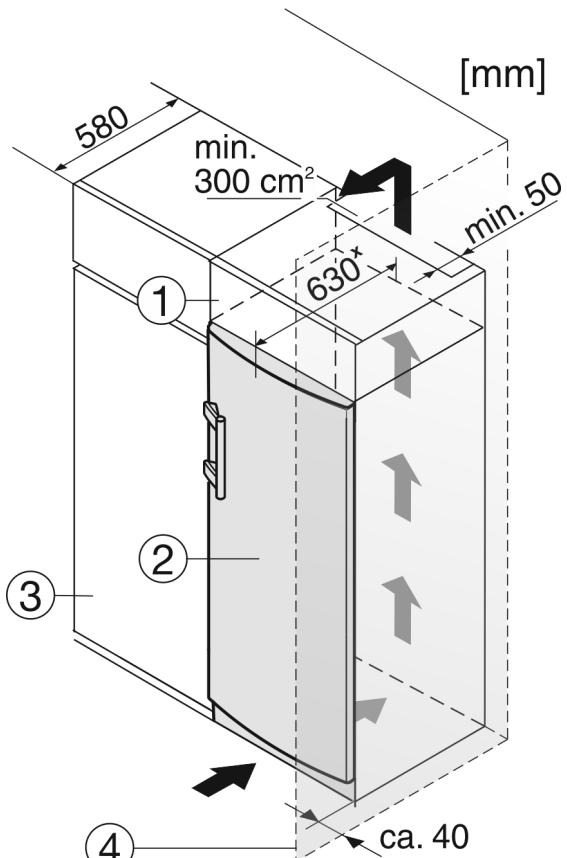

Fig. 11
(1) Armario superior
(2) Aparato
(3) Armario de cocina
(4) Pared
El aparato se puede rodear de muebles de cocina. Para adaptar el aparato Fig. 11 (2) a la altura del mueble de la cocina se puede colocar sobre el aparato un armario superior Fig. 11 (1) adecuado y acorde con el mobiliario.
Si la cocina posee armarios (profundidad máx. 580 mm), el aparato se puede colocar directamente junto al armario de cocina Fig. 11 (3). El aparato sobresale 34 mm* por los lados y 50 mm* en el centro del aparato respecto al frente del armario de cocina.
Si el aparato se instala con las bisagras junto a una pared Fig. 11 (4), la distancia entre el aparato y la pared debe ser de como mínimo 40 mm. Esto equivale al saliente del tirador con la puerta abierta.